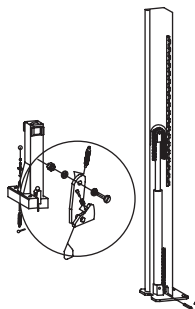

Рисунок 7 – Крепление каретки к цепи
13. Установите цилиндры. Опустите цилиндр в каждую каретку по центру опорной плиты. Убедитесь, что пята и необходимый адаптер на основании цилиндра вписались в центральное отверстие опорной плиты. Наденьте цепь на шкивы на вершинах цилиндров (рис. 7).